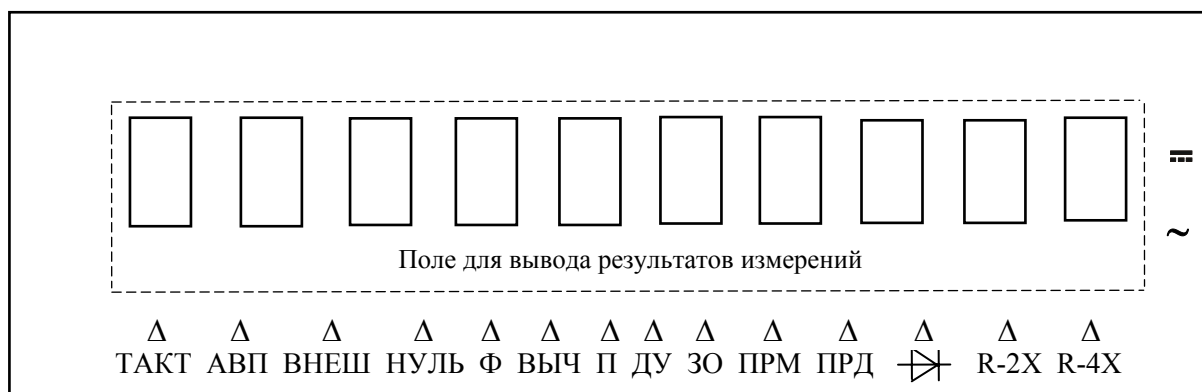

Рисунок 9 – Информационное табло.
- буквенно-цифровое информационное табло на основе экономичных светоизлучающих диодов (СИД) для отображения значения измеряемой величины и вспомогательной информации (рисунок 9);